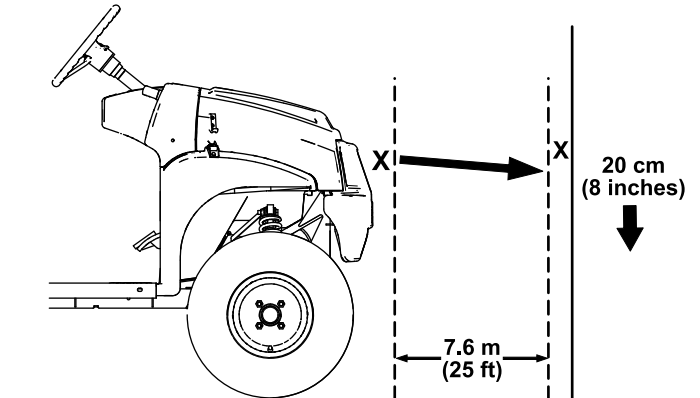

Figura 49
- Aparque la máquina en una superficie nivelada con los faros a unos 7.5 m (25') de una pared (Figura 49).
La parte más brillante del haz del faro debe estar a 20 cm (8") por debajo de la señal hecha en la pared (Figura 49).